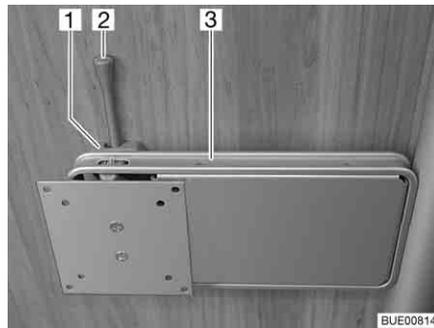

Fig. 48 Fijación en la columna
- Empujar la palanca de desbloqueo (Fig. 48,2) hacia el lado y girar el soporte (Fig. 48,3) junto con la pantalla plana a la posición deseada.
- Girar la pantalla plana hacia la posición inicial hasta que el soporte (Fig. 48,3) engatille en el bloqueo (Fig. 48,1).